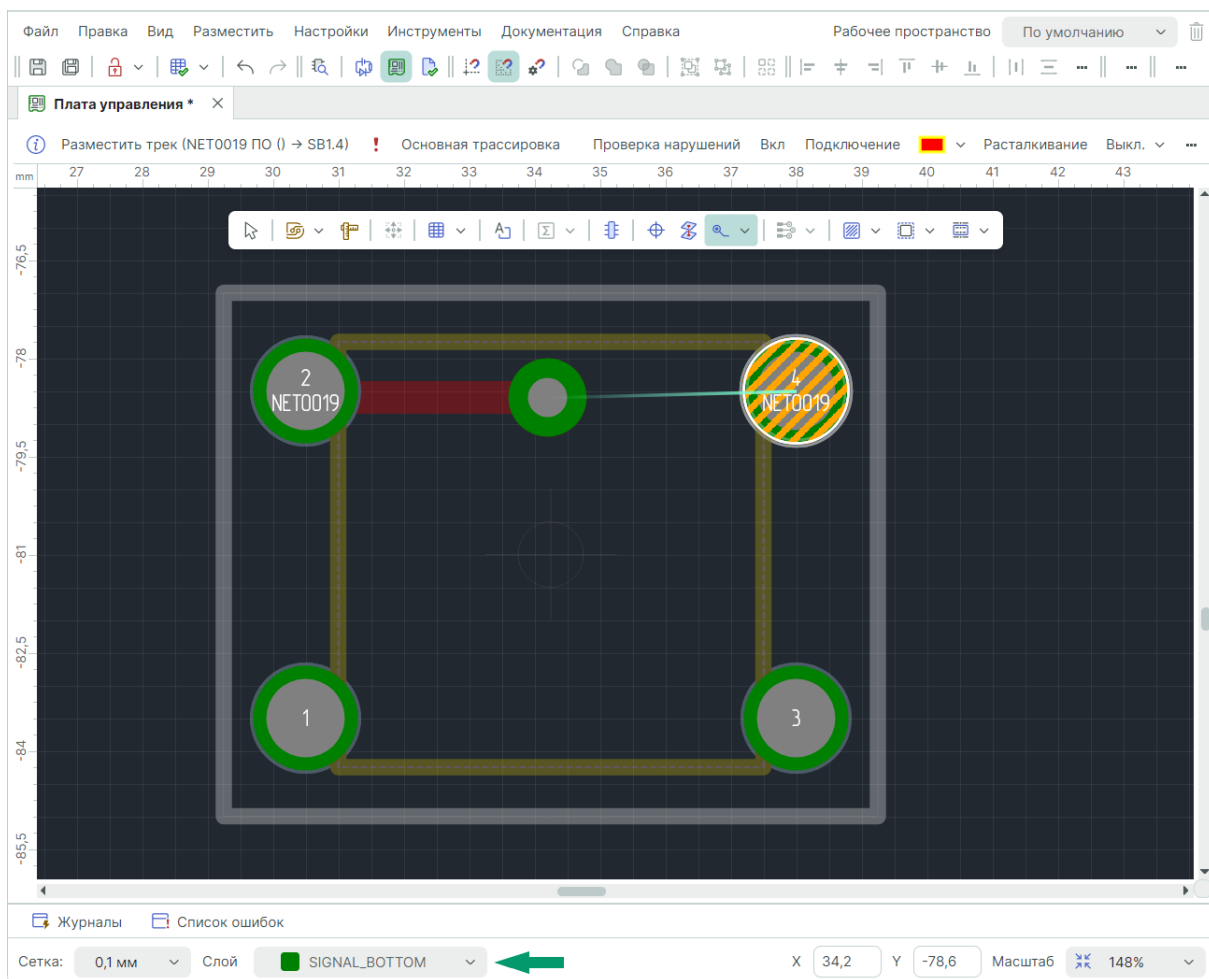

Рис. 219 Размещение перехода на другой слой
3. Выберите точку, в которой необходимо разместить переход. Автотрассировщик редактора продолжит трек с последнего зафиксированного участка до перехода, на экране будет отображен возможный вид трека и переходное отверстие, см. Рис. 219.